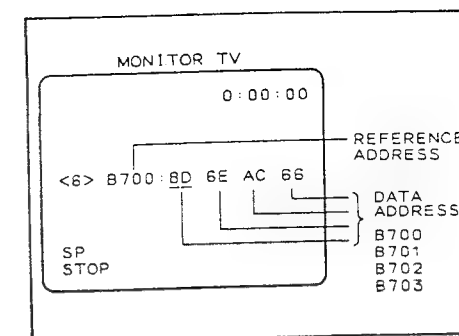

Fig. II-55
(6) Service mode <6> (Fig. II-55)